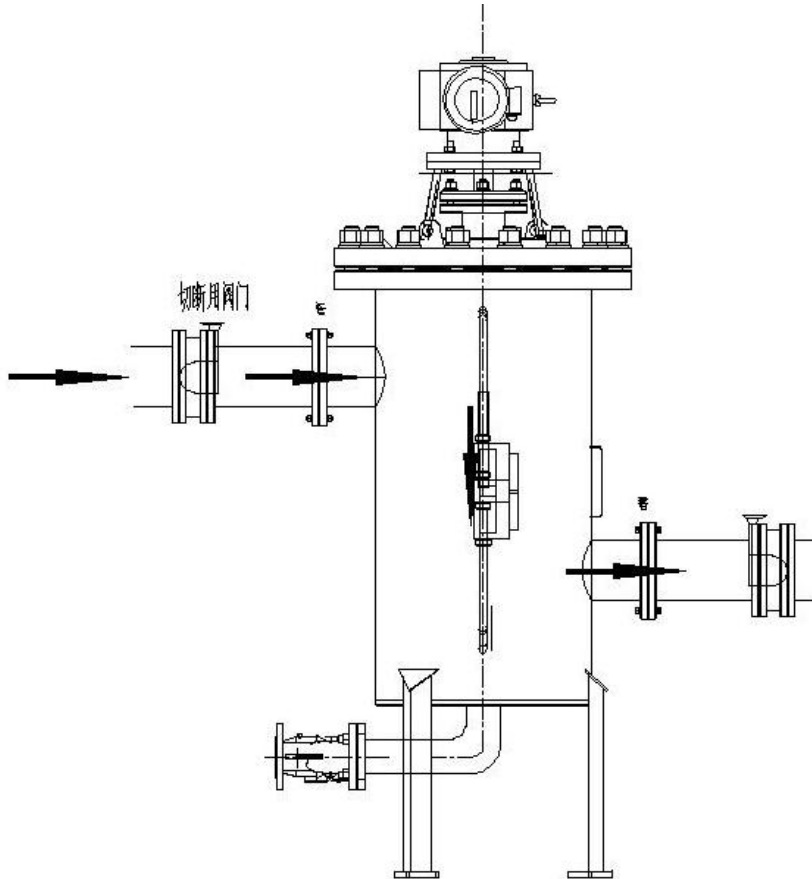

图 5
- 3) 过滤器安装方式，见图 5 但应注意水流方向不可弄错，安装时应尽量使水力控制阀处于水平位置或向下的位置，以保证排污彻底。